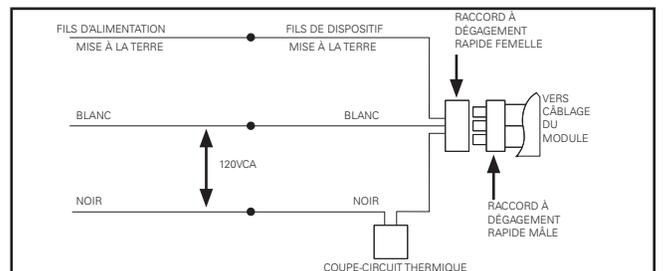

Figure 10.
4. Raccordez les fils d'alimentation aux fils du dispositif d'éclairage à l'aide serre-fils de dimension adéquate (non fournis). Assurez-vous de ne pas laisser dépasser de câbles dénudés en-dehors des serre-fils. (Figure 10.).